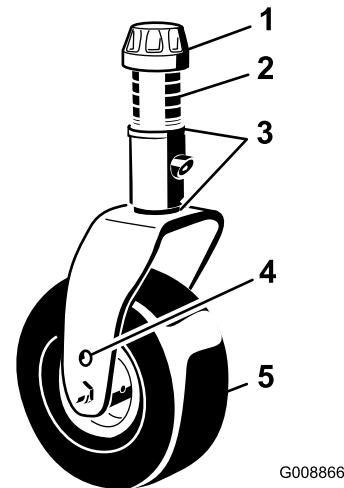

図 15
3. スピンドルシャフトからテンショニングキャップを取り図 15、キャスタアームからスピンドルを抜き出す。最初についていたように、スピンドルシャフトにシムを 2 枚セットする。これらのシムは、デッキ全体の左右の水平調整に必要となる。希望の高さにするために必要な数のスペーサ 13mm をシャフトにセットし、ワッシャをはめる下のチャートを参照。